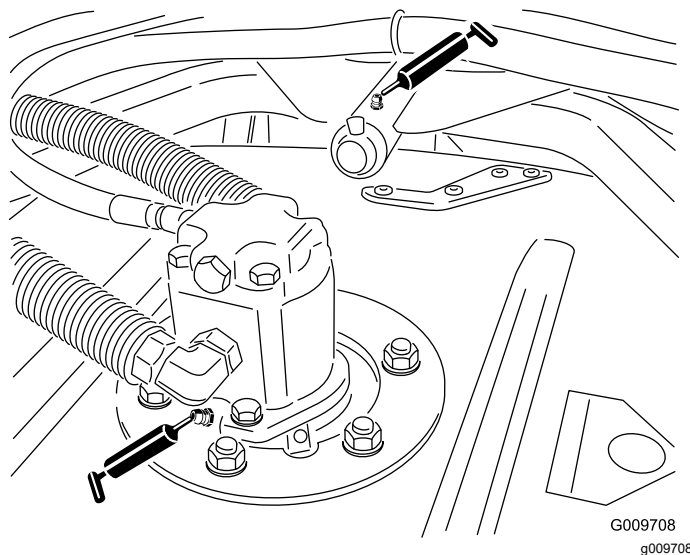

図 79
- 図 79 に示す、スピンドルシャフトのベアリングカッティングユニット 1 台に 2 ヶ所
- 図 79 に示す、刈り込みデッキのキャリアアームのブッシュカッティングユニット 1 台に 1 ヶ所